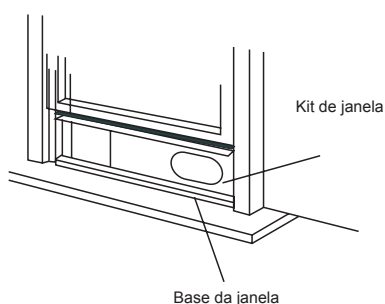

Fig. 10
3. Corte o selo de espuma (tipo adesivo) no comprimento apropriado e una-o à parte superior da janela. Apresentado na Fig. 10